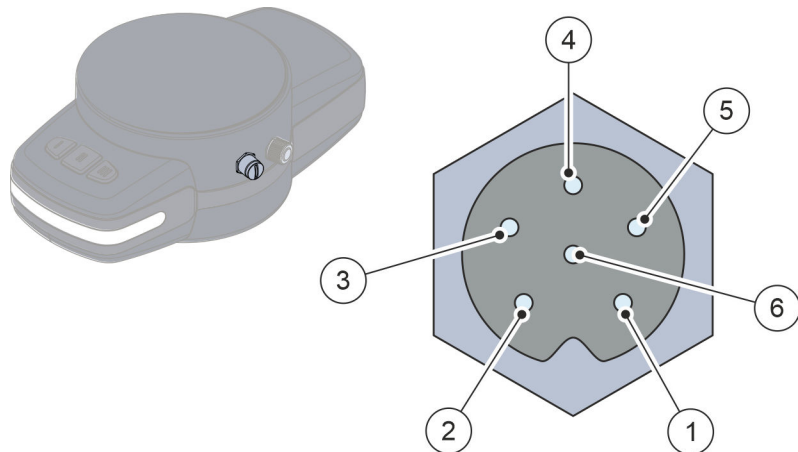

Abb. 15 Layout 6-Pin-Schnittstelle
Für Werkzeuge, bei deren Verwendung zusätzliche elektrische Signale verarbeitet werden müssen, steht eine externe 6-Pin-Schnittstelle mit einer Pin-Zuordnung gemäß Abb. 15 zur Verfügung.
Die 6-polige Buchse stellt eine Spannungsversorgung über 24 V Abb. 15/④ zur Verfügung.